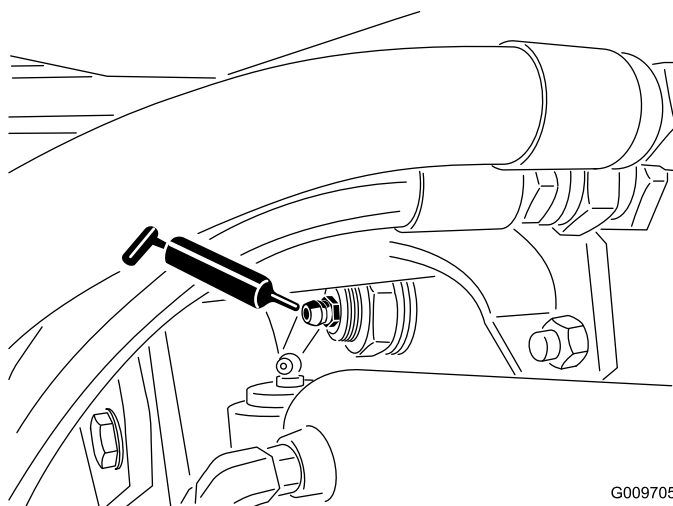

Figura 65
- Casquillos del pivote del eje trasero (2) (Figura 65)